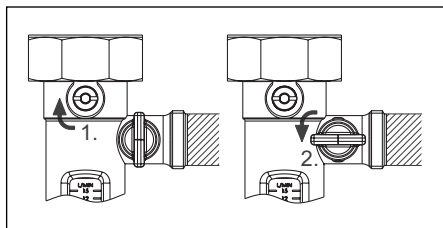

Abb. 6.16 Sperrventil und Entleerungskugelhahn
3. Schließen Sie den oberen Kugelhahn an der Durchflussmess- und Einstellvorrichtung, indem Sie die Stellschraube in die waagerechte Position drehen. Öffnen Sie den seitlichen Kugelhahn am selben Bauteil mit einer 90°-Drehung nach links Abb. 6.16).